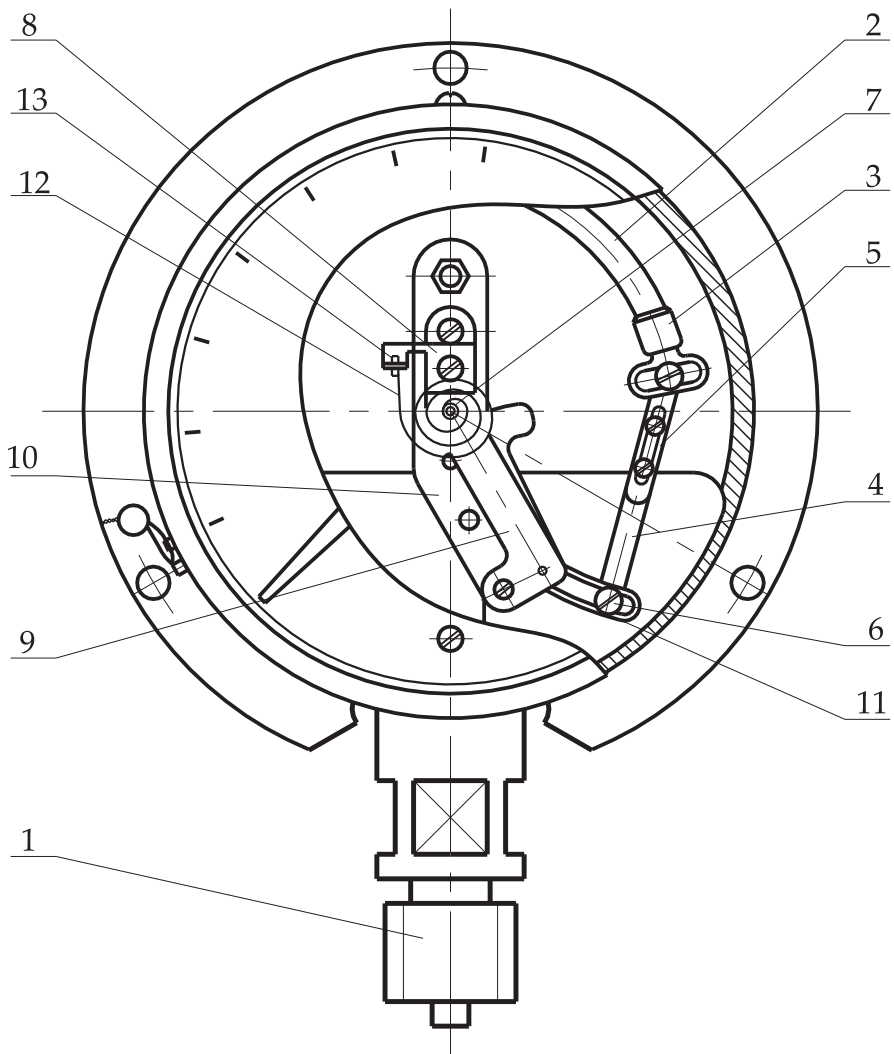

Рисунок 1 - Общій вид манометра МП
3.1 Базовой деталью манометра является держатель 1, в отверстие которого впаян один конец трубчатой пружины 2; другой конец пружины запаян и несет на себе наконечник 3 (рисунок 1). Полость пружины сообщается с измеряемой средой через канал в держателе. Подвижный конец трубчатой пружины через тяги 4 и 5 соединен с хвостовиком зубчатого сектора 11.